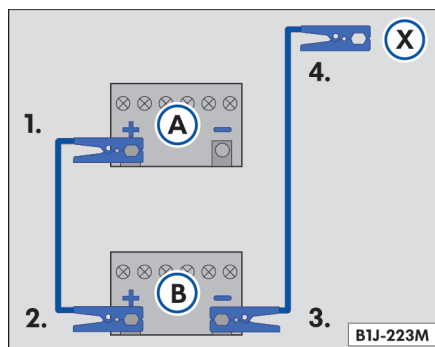

Fig. 141 Secuencia de conexión de los cables auxiliares de arranque
3. Conecte un extremo del cable auxiliar de arranque *rojo* al terminal positivo del vehículo con la batería descargada ⇒ página 178, fig. 141 ⇒ .
4. Conecte el otro extremo del cable auxiliar de arranque *rojo* al terminal positivo del vehículo que suministrará la corriente ⇒ página 178, fig. 141 ⇒ .
5. Conecte el otro extremo del cable auxiliar de arranque *negro* al terminal negativo del vehículo que suministrará la corriente ⇒ página 178, fig. 141.